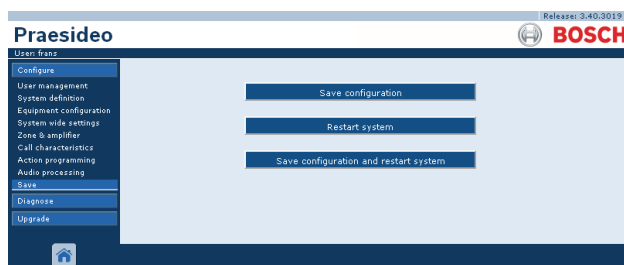

Abb. 40.5: Fenster *Save* (Speichern)
- Werden keine Beanstandungen gefunden und die Vertrauenswürdigkeitsprüfung wird online durchgeführt, erscheinen drei Schaltflächen, um dem Benutzer folgende Möglichkeiten zu geben: *Save the configuration* (Konfiguration speichern), *Restart the system* (System neu starten) oder *Save the configuration and restart the system* (Konfiguration speichern und System neu starten). Siehe Abb. 40.5. Konfigurationsdateien, die im Netzwerkcontroller gespeichert sind, werden erst aktiv, nachdem der Netzwerkcontroller neu gestartet wurde. Muss die neue Konfiguration gespeichert und aktiviert werden, klicken Sie auf die Schaltfläche *Save the configuration and restart the system*.